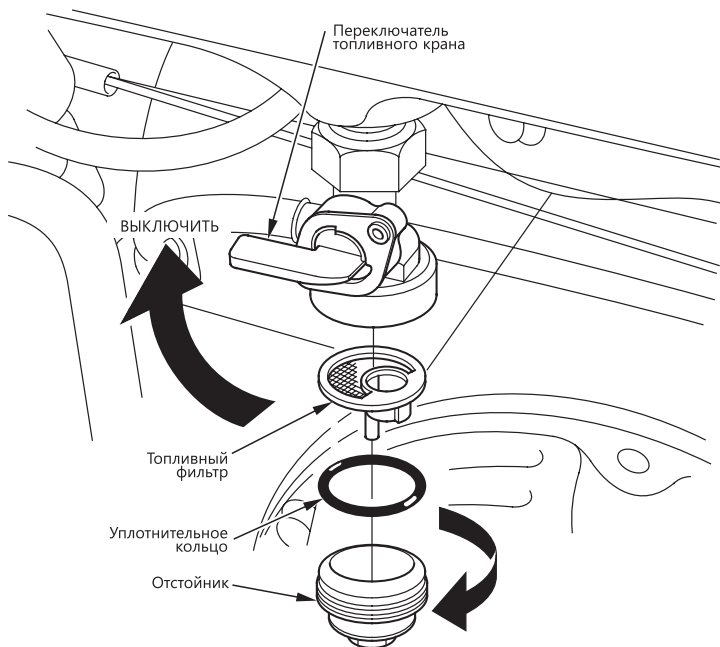

Рис. 11. Обслуживание отстойника
- Переведите переключатель топливного крана в положение «ВЫКЛ.» (рис. 11).